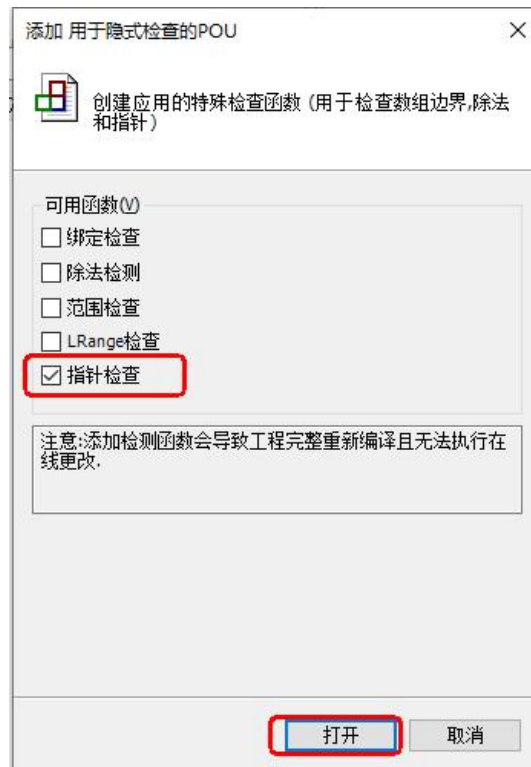

图 16.11 勾选“指针检查”
- 在弹出界面勾选“指针检查”，点击“打开”，如图 16.11 所示；